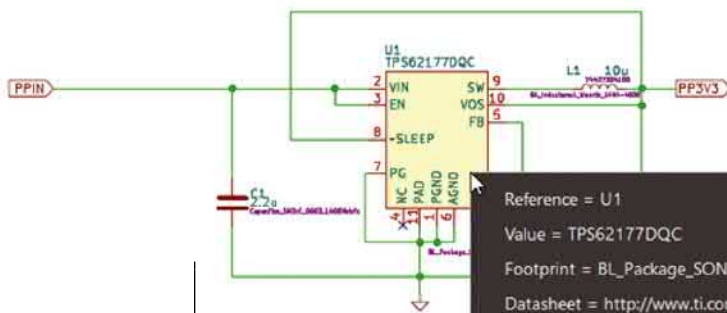

Fig. 8
- aggiunta all'interno dei PDF, di alcune informazioni relative ai componenti quando ci si clicca sopra, visualizzate quando si utilizza Adobe Acrobat Reader (al momento la compatibilità con gli altri lettori di PDF non è garantita); un esempio è proposto nella **Fig. 8**.